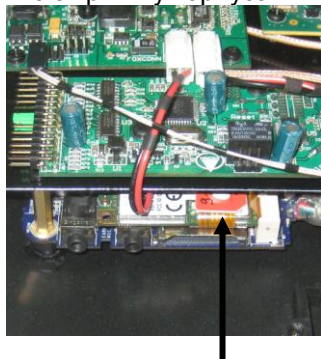

Рис. 4. Установка SIM карты
- Установите SIM карту в SIM держатель, сдвинув ее по стрелке см. Рис.4